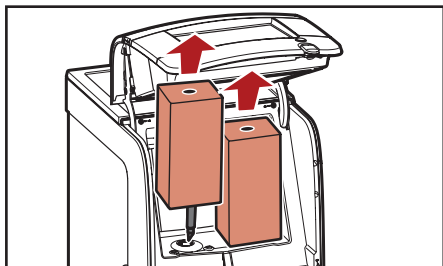

Рис. 5.8 - Убрать упаковки
3. Убрать упаковки продукта (рис. 5.8).